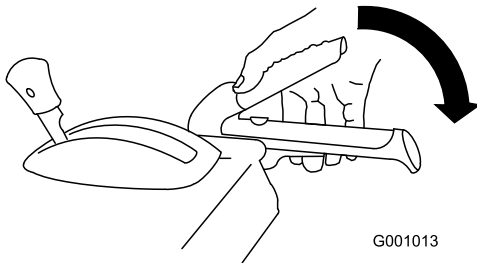

Figura37
1. Pentru a cupla unitatea de angrenaj melcat/rotor, strângeți maneta din partea dreaptă (angrenaj melcat/rotor) la mâner (Figura37).